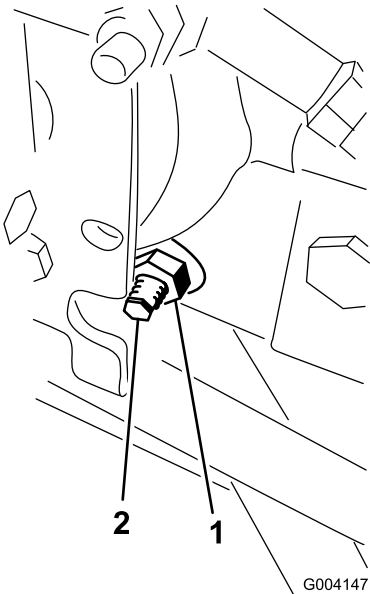

Figura 68
- 3. No lado direito do hidrostato, solte a porca de bloqueio no excêntrico de ajuste da tracção (Figura 68).